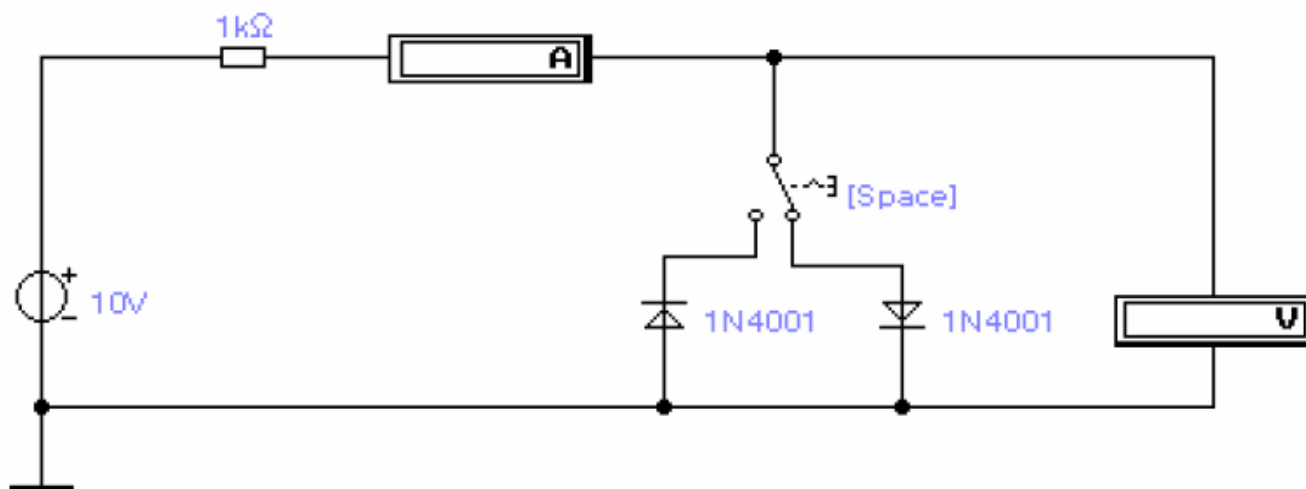

Рис. 1.3.
2. Нарисуйте схему, приведенную на рис. 1.3. Используя манипулятор мышь, перенесите необходимые элементы на рабочую область. Для этого необходимо выбрать раздел на панели инструментов, в котором находится нужный элемент, а затем перенести его на рабочую область.